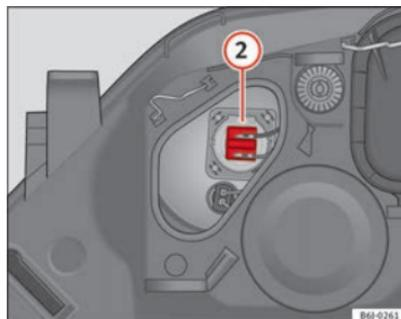

Fig. 154 Luz de carretera
- Extraiga el conector ⇒ fig. 154 ② tirando hacia afuera.